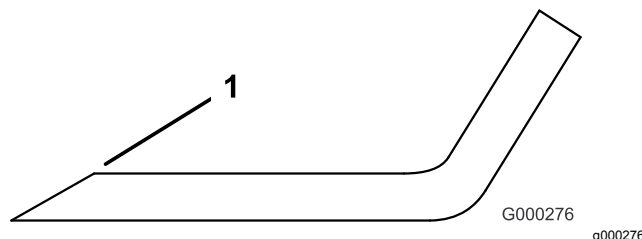

Figura 26
3. Inspeccione los filos de corte de todas las cuchillas, y afílelos si están romos o tienen mellas (Figura 26).
Nota: Afile únicamente la parte superior del filo y mantenga el ángulo de corte original para asegurar un filo correcto (Figura 26). La cuchilla permanece equilibrada si se retira la misma cantidad de material de ambos filos de corte.